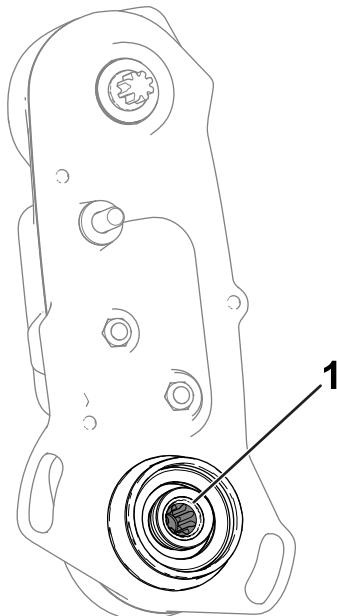

Figura 6
3. Verificate la quantità di grasso rimanente all'interno dell'albero di trasmissione del cilindro (Figura 6).